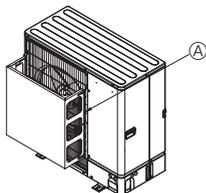

Fig. 2-4
- ② Asenna lisäilmanohjain, jos yksikkö sijoitetaan sellaiseen paikkaan, jossa esim. myrskytuulet pääsevät puhaltamaan suoraan ilman ulostuloon. (Fig. 2-4)